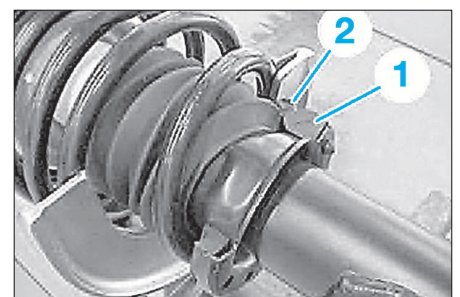

FIG. 23
- engager la jambe de suspension dans le ressort hélicoïdal comprimé et l'ajuster par rapport à l'extrémité du ressort hélicoïdal (2) et de la cale d'appui inférieure (1) (Fig.23).